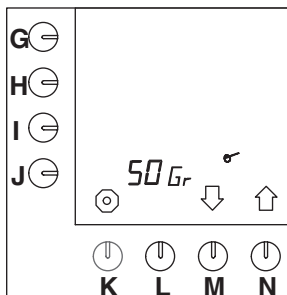

Fig. 37 Réglage du calculateur de café
- Appuyez sur la touche de sélection (N.)↑ jusqu'à ce que la fig.37 s'affiche sur l'écran de contrôle.